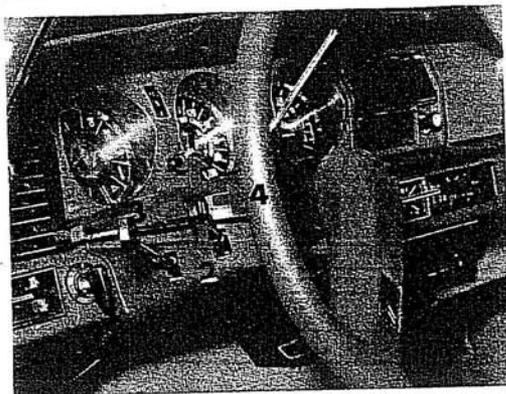

Fig. 18 - Commandes de signalisation
**Commande des indicateurs de direction et des avertisseurs (Fig. 18)**